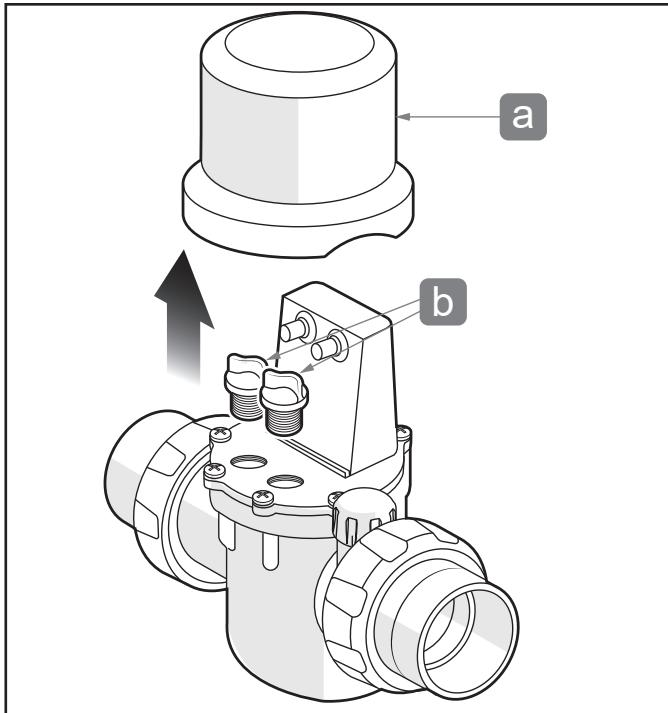

Figure 2. Retirer le capuchon et les bouchons
3. Retirer le couvercle du dessus Jandy TruSense, se reporter à la Figure 2 (a).
4. Dévisser et retirer les bouchons de capteur, se reporter à la Figure 2 (b).